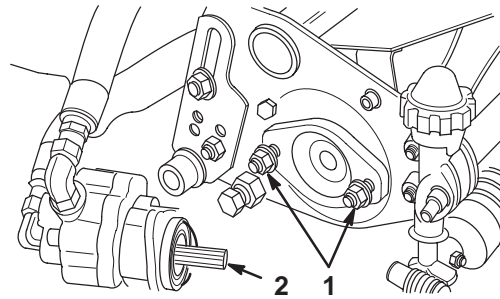

Bild 8
2. Bringen Sie die Befestigungsmuttern der Spindeltriebsmotoren an jedem Mähwerk an. Lassen Sie ungefähr 13 mm Gewinde an jedem Befestigungsbolzen sichtbar (Bild 8).
4. Entfernen Sie die Schutzkappen von den Mähwerken und den Spindelmotorantriebswellen. Fetten Sie die Keilwelle des Motors mit frischem Fett ein und bringen den Motor durch Drehen im Uhrzeigersinn an, so dass die Motorflansche von den Bolzen entfernt sind. Drehen Sie dann den Motor entgegen dem Uhrzeigersinn, bis die Flansche die Bolzen umhüllen. Ziehen Sie jetzt die Befestigungsmuttern fest (Bild 8).